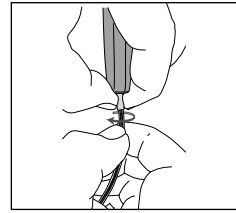

Fig. 7
6. Giri il cavo esterno in Teflon dal connettore girevole nella parte inferiore del satellite. Metta la Girella in una mano tra il pollice e l'indice e il cavo esterno in Teflon nell'altra mano tra il pollice e l'indice e sviti (in senso antiorario) il cavo esterno dal Connettore Girevole (**vedere Fig. 7**). Estragga il cavo interno verso l'esterno attraverso la Girella.